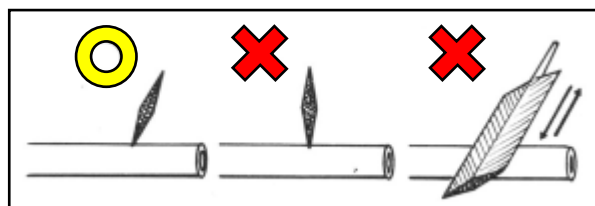

図 27 ガラス管への傷の付け方
- ① ガラス管を切るときは、目立やすり（羽やすり）をガラス管に少し傾けて押し付け、更に前方に押し付けて傷を付けます。押したり引いたりしないようにします（図 27）。